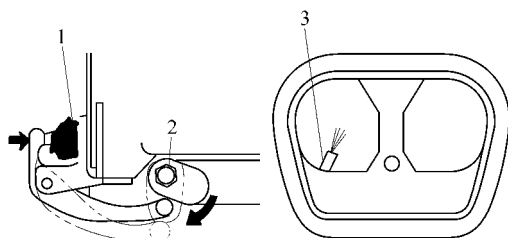

图 2-61 检查加速壳
(13) 检查加速壳。先开启节气门, 然后检查是否从加速喷嘴喷出汽油, 如图 2-61 所示。